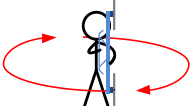

图 2
4. （图 2）机头朝下竖起飞行器，重力方向为轴旋转（约 360°），直至绿灯熄灭，即完成校准；